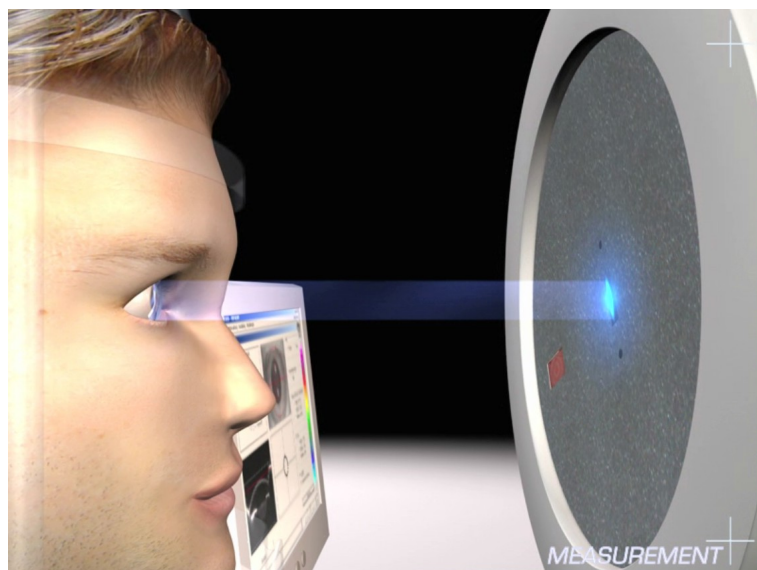

Fig.10: Luz de fenda na córnea
8. Olhe a partir do lado para o olho do paciente a ser examinado e certifique-se de que a luz de fenda azul ilumina a córnea (vide Fig. 10, página 32).